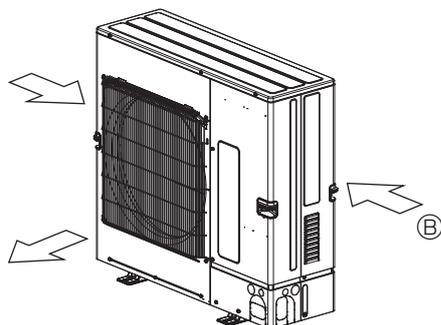

Fig. 2-6
- ③ Coloque la unidad de manera que la salida de aire sople en dirección perpendicular a la dirección estacional del viento, si la conoce. (Fig. 2-6)